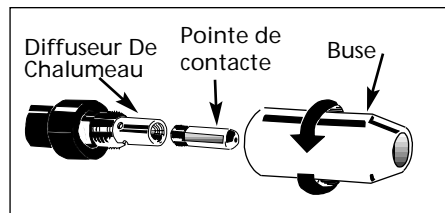

Figure 6 - Buse de la torche
7. Enlever la buse en tournant dans le sens contraire de celui des aiguilles d'une montre. Ensuite dévisser la buse de contacte du bout du chalumeau. (Voir Figure 6). Brancher l'appareil dans une prise de courant réglementaire.
9. Enfiler délicatement la pointe de contact sur le fil et la visser sur l'extrémité de la torche (voir Figure 6). Installer la buse en la vissant et en la poussant. Tailler le fil environ 1/4 po du bout de la buse.